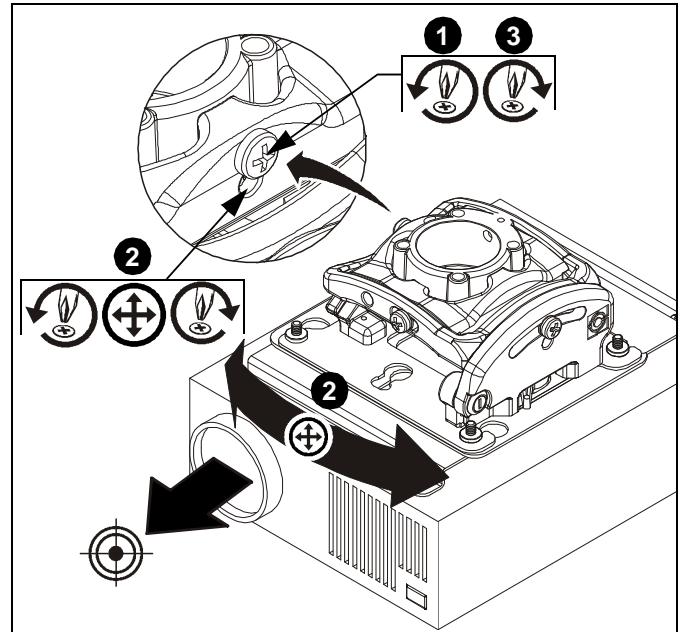

Figure 12
1. Desserrez la vis de verrouillage du réglage du LACET en utilisant un tournevis Phillips #2. (Voir la Figure 12)